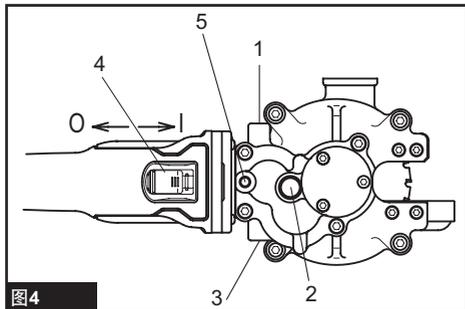

图4
► 图4：1. 把手位置（平行/左侧） 2. 锁定按钮 3. 把手位置（平行/右侧） 4. 开关 5. 把手位置（垂直/上侧）